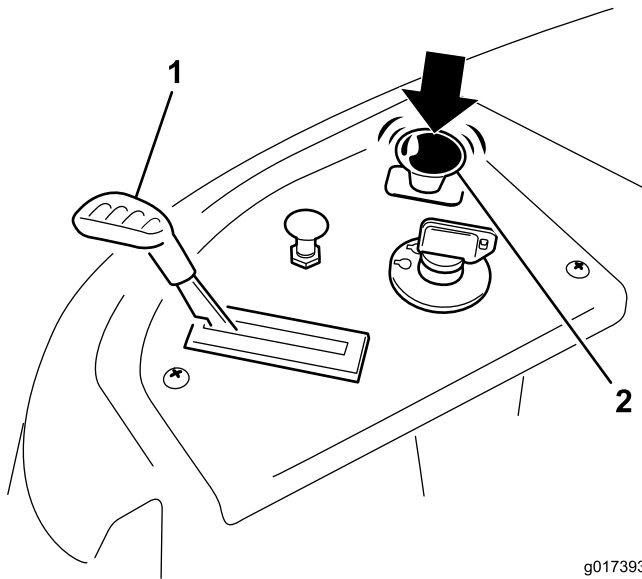

Figure 12
- Placez la manette d'accélérateur en position de régime maximum (Figure 12).
- Désengagez les lames en plaçant la commande des lames en position Désengagée (Figure 12).